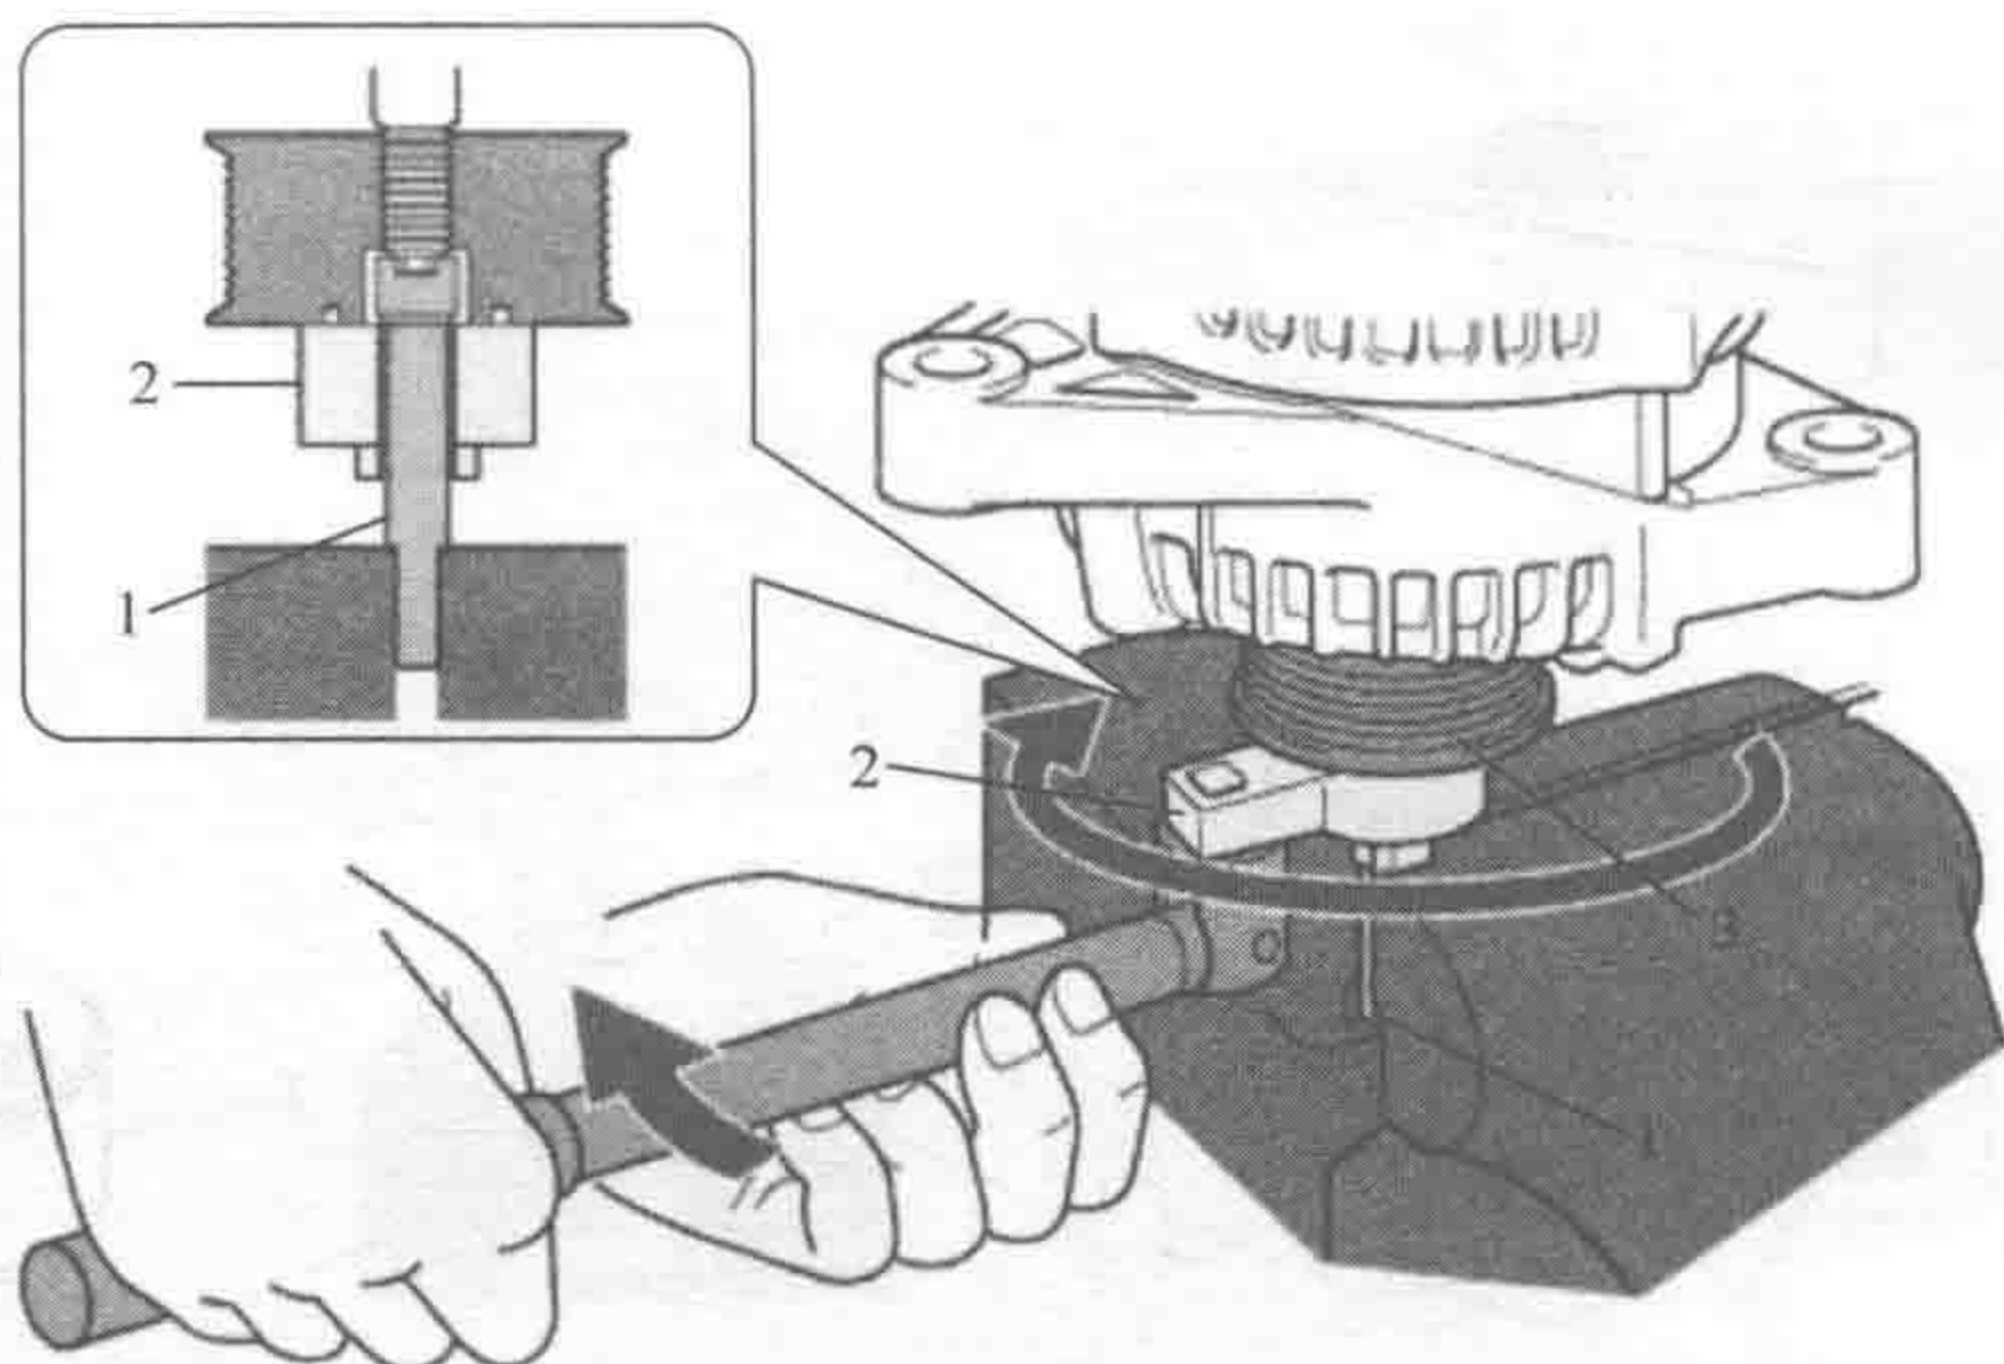

图 1-13 拧松发电机带轮
使带轮和 SST (B) 一起旋转来旋松带轮,如图 1-13 所示。注意:由于使用气动扳手将会损伤带轮,所以一定要使用 SST 专用工具。